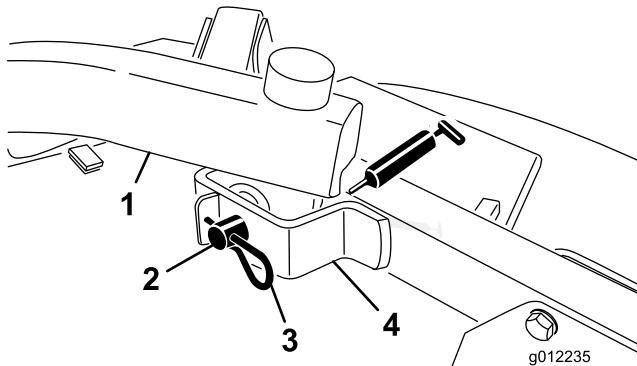

Figura 17
- Articulações do braço de elevação, frente (2) (Figura 17)